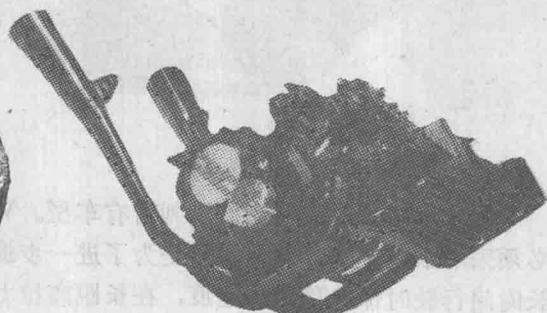

图11 铃木
⑪ 四缸发动机通过水冷方式的应用缩小了体积，实现了小型化。目前这一技术也应用到小排量发动机上，如250cc四缸发动机的体积已经缩小到二缸发动机的程度。而且这种250cc的车辆税率低，不需要定期车检，因此每年的使用费较低，同时又能满足高层次的需求(图11)。